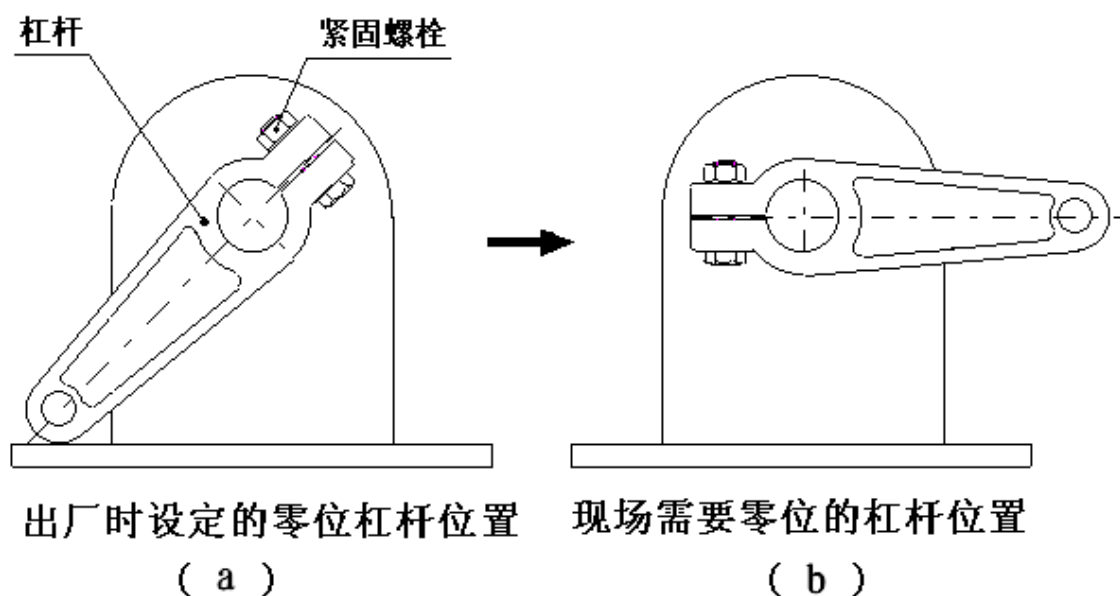

图 6 改变输出轴与杠杆相对位置示意图
- a) 拉出手轮摇动，使输出轴杠杆转动至出厂时的零位（至手轮摇不动为止），见图 6 (a)；
- c) 按需要的位置重新装入杠杆，见图 6 (b)，拧紧紧固螺栓。